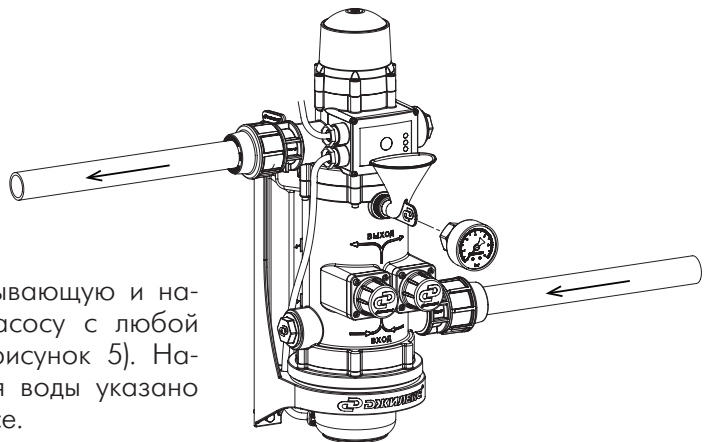

Рисунок 5
Присоедините всасывающую и напорную трубы к насосу с любой удобной стороны (рисунок 5). Направление движения воды указано стрелками на корпусе.
- залейте воду в корпус насоса (рисунок 5) с помощью специальной воронки, идущей в комплекте. Установите манометр на место;